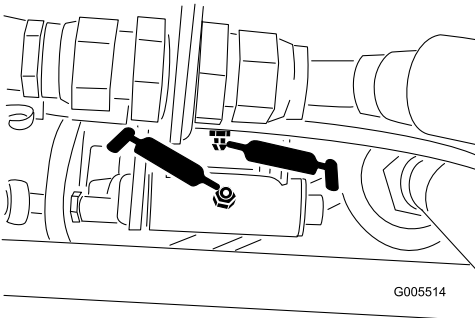
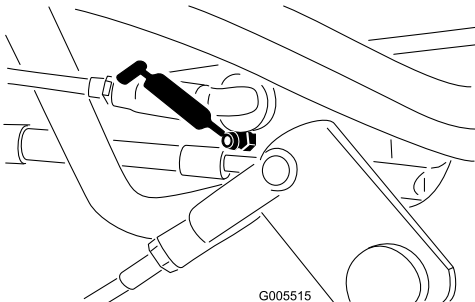

Bild 44
Bild 45
- Geschwindigkeitschalthebel (Bild 44 und Bild 45).